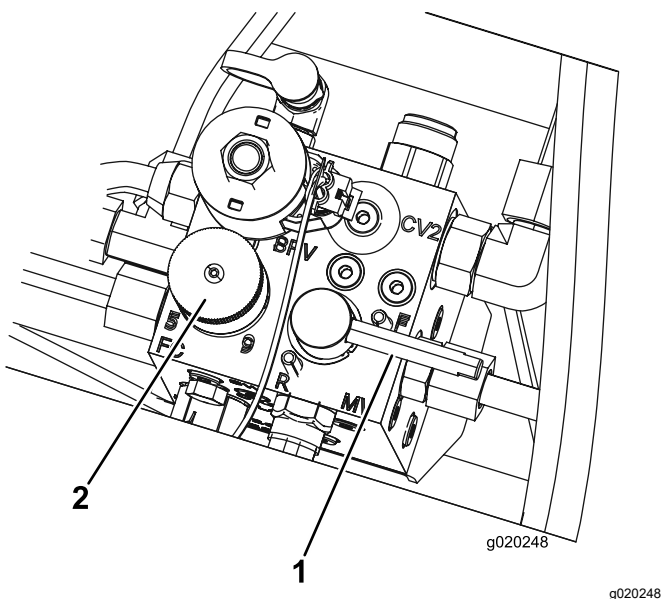

Bild 82
5. Stellen Sie das Bedienelement für die Spindeldrehzahl auf die Stellung 1 (Bild 82).
6. Drehen Sie den Läpphebel auf die R-Stellung (Bild 82).